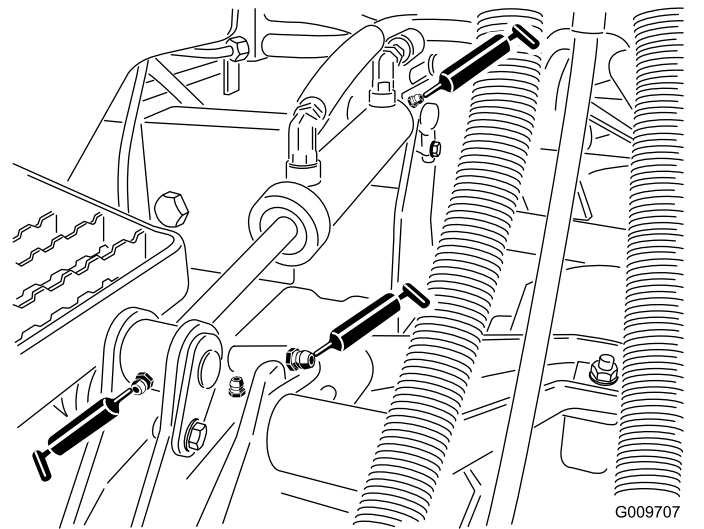

Figure 46
- Bagues de bras de levage (1 par unité de coupe), comme montré à la Figure 46.
- Bagues de vérin de levage (2 par unité de coupe), comme montré à la Figure 46.